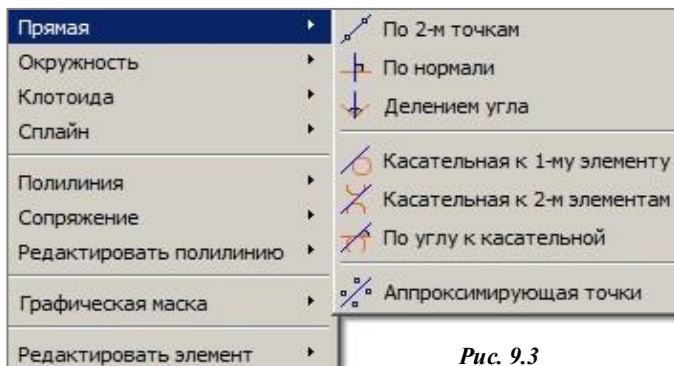
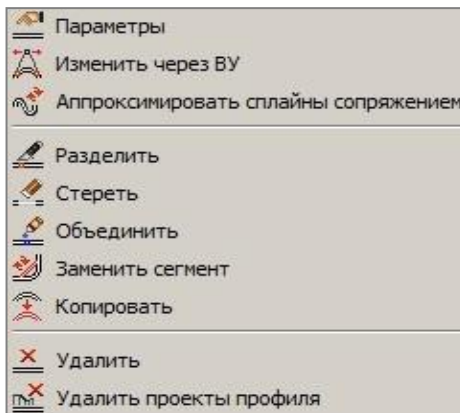

Рис. 9.3
Рис. 9.4
**Примитивы** (рис. 9.3) и команды редактирования трасс, построенных ранее (рис. 9.4).
Для их последующего сопряжения предусмотрены различные методы и схемы, в том числе и гладкие С- и S-образные сопряжения (группа команд **Примитивы/Сопряжение**) (рис. 9.3).
Команды редактирования трассы (рис. 9.4) можно условно разделить на редактирование названных выше параметров трассы и её геометрии.